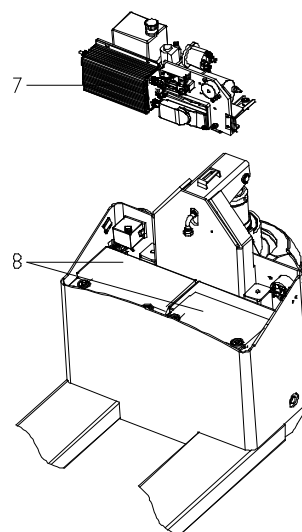

図 9
- (図 9)一体型部品を取り外す前にコネクタを引き出して下さい。
- (図 9)古いバッテリー8を取り出し、新しいバッテリーを取り付けます。取り付ける順序は取り外す順序の全く逆の手順で行って下さい。